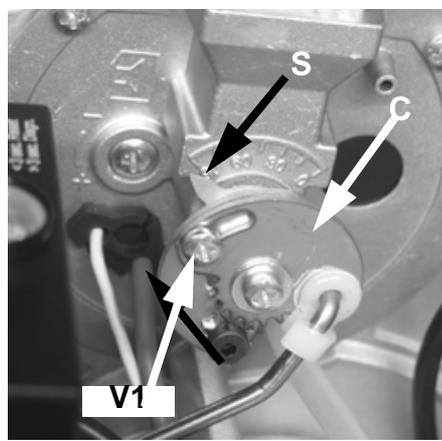

Рис. 32c
- 3 Вывести горелку в режим малого пламени. Для изменения расхода газа, расслабить винты V1 и V2 (Рис. 32c) и отрегулировать угол раскрытия дроссельного клапана, вращая пластинку C (при вращении по часовой стрелке - расход газа уменьшается, а при вращении против часовой стрелки - увеличивается). Стержень S указывает угол раскрытия.